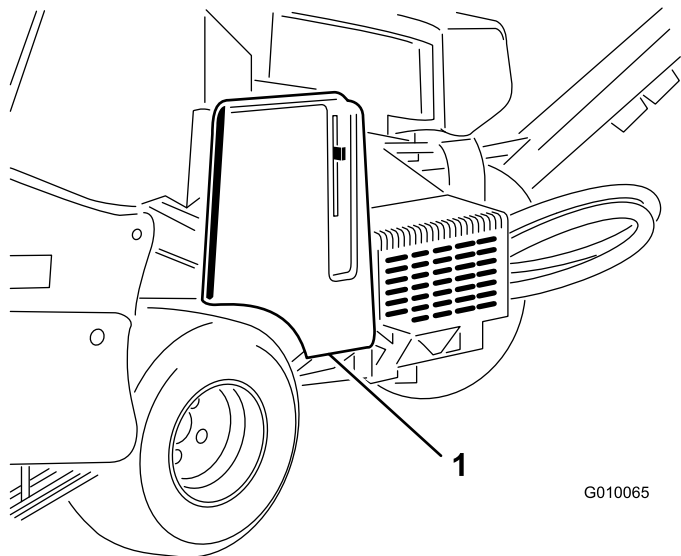

Bild 56
1. Entriegeln und entfernen Sie die Riemenabdeckung (Bild 56).